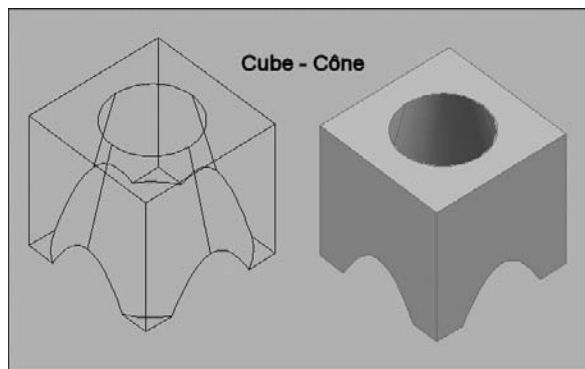

Fig.17.33
- 3] Sélectionnez le ou les objets à retrancher. Par exemple un cône (fig.17.33).